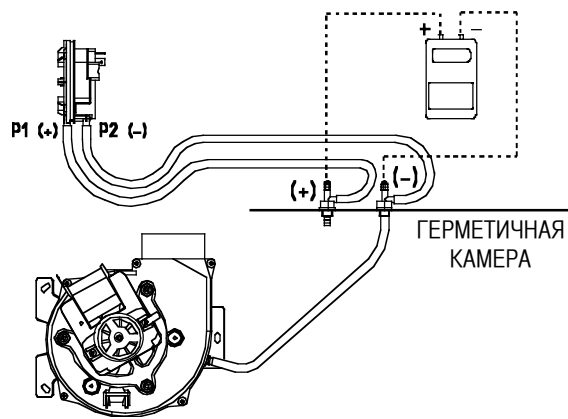

Рис. 9
3.2 РЕЛЕ ДАВЛЕНИЯ ДЫМОВ (рис. 9)